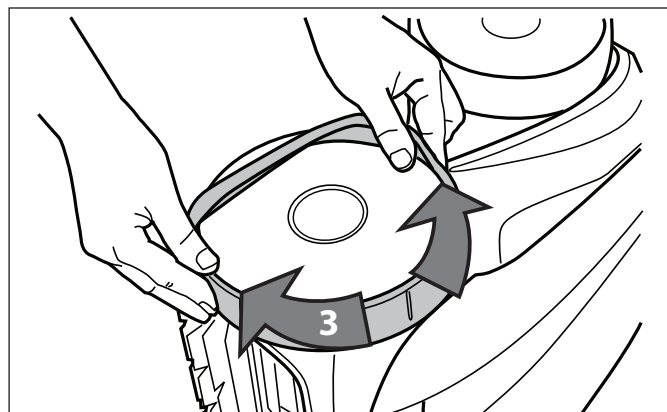

Figure 36. Étirer le pneu autour de la roue
5. Continuer à insérer le pneu dans la roue et vérifier que la nervure du pneu est placée correctement dans la rainure de la roue. Se référer à la Figure 36.